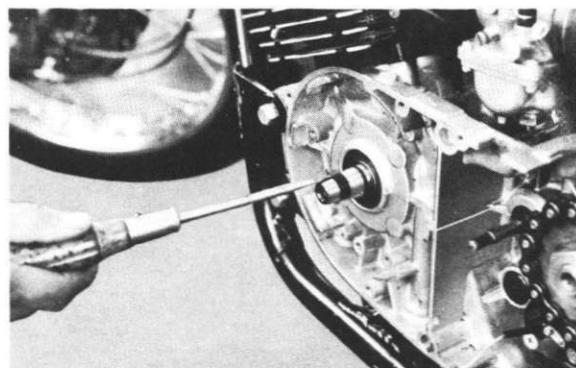

Fig. 4-1-10
10. Remove the woodruff key with a slot head screwdriver. (Fig. 4-1-10)
10. Retirez la clavette en demi-lune à l'aide d'un tournevis ordinaire. (Fig. 4-1-10)
10. Scheibenkeil mit einem Schlitzschraubenzieher demontieren. (Abb. 4-1-10)